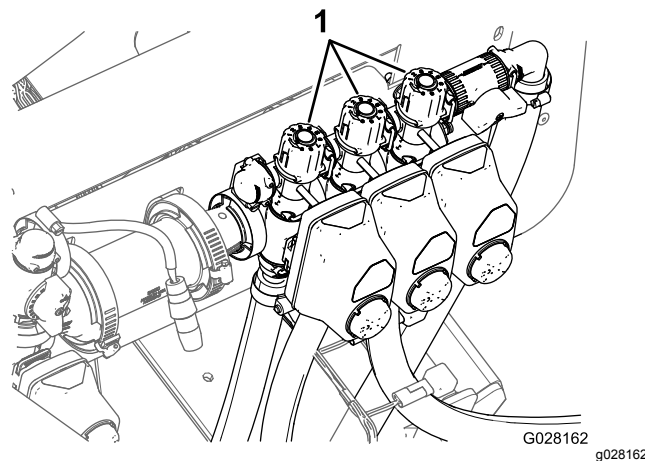

图30
9. 调节已关闭喷洒臂段所对应的喷洒臂段控制阀顶部的喷洒臂段旁通阀图30直到压力表上的压力读数与步骤 7 中记录的相同为止。